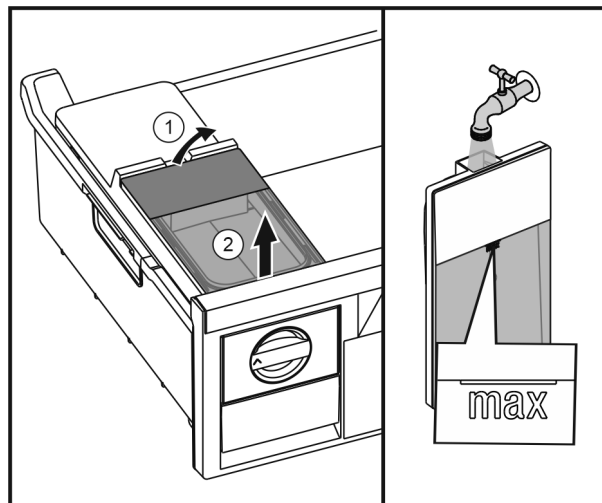

Fig. 38
- Sollevare il serbatoio dell'acqua da dietro Fig. 38 (1) e rimuoverlo sollevandolo Fig. 38 (2).